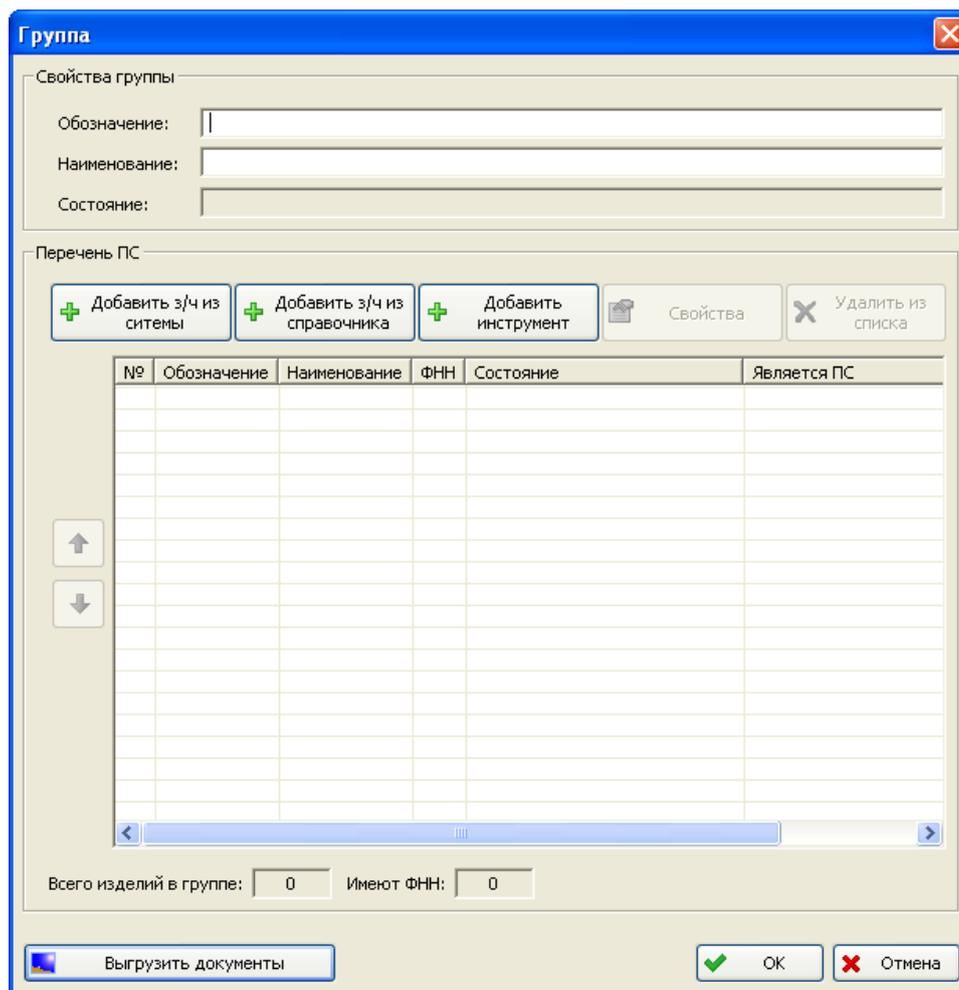

Рис. 2-7
3. В результате появится диалоговое окно **Группа** (рис. 2-7).